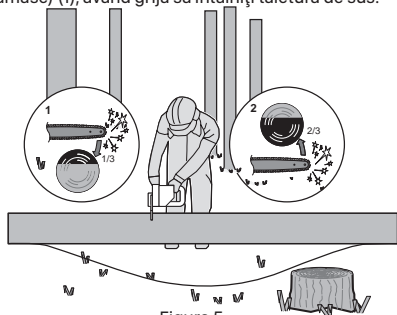

Figura 5
Dacă bușeanul se sprijină pe ambele capete, vezi figura 5, tăiați de sus 1/3 din diametru (1). Finalizați debitarea printr-o tăiere de jos în sus a diametrului rămas (cele 2/3 rămase) (2), având grijă să întâlniți tăietura de sus.